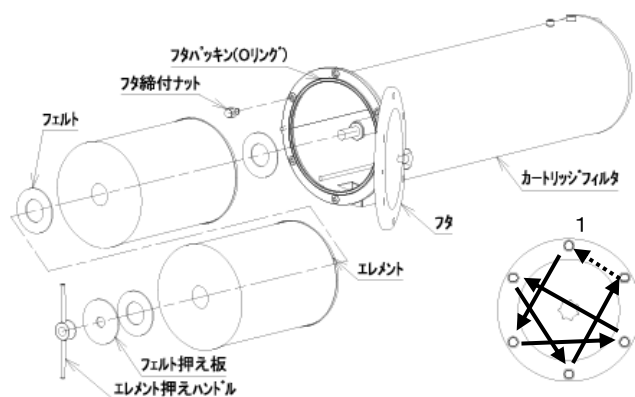

図 11-2
11-3-2.カートリッジフィルタ (図 11-2)
4) フィルタエレメントの交換手順 (図 11-2)
- ④ DO221 (図 11-2):
- ⑧ DO221 (図 11-2):
- ⑨ Oリングに亀裂やキズが無いか、又締付フランジ面にキズや異物が無いか確認してください。
- ⑩ フタを閉め、ナットを均等に締め付けます。(図 11-2)